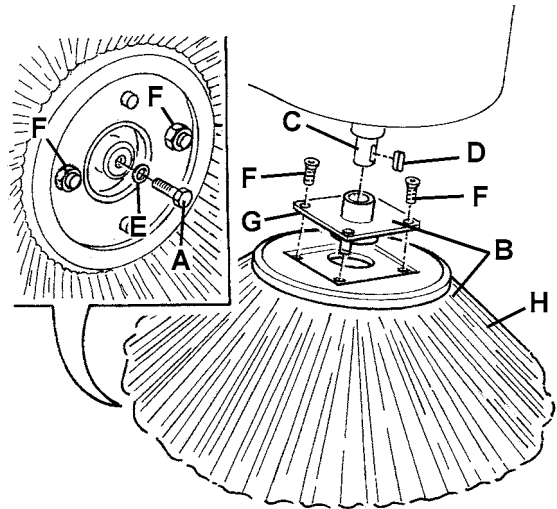

Abbildung 11
1. Die Maschine auf einen flachen Boden stellen und die Feststellbremse mittels des Pedals (84) und des Hebels (76) betätigen.
2. Den Zündschlüssel (68) auf „0“ drehen.
3. Den betreffenden Seitenbesen mittels des Hebels (71) oder (72) heben.
4. Im Seitenbesen, die Schraube (A, Abb. 11) entfernen, dann den Seitenbesen (B) zusammen mit der Nabe durch Ausrasten von der Welle (C) entfernen. Die benutzten Keil (D) und Scheibe (E) verwenden.
5. An der Werkbank, die zwei Schrauben mit Mutter (F, Abb. 11) entfernen und den Seitenbesen (H) von der Nabe (G) trennen.
6. Den neuen Seitenbesen (H, Abb. 11) auf die Nabe (G) einbauen und die Schrauben mit Mutter (F) anziehen.
7. Den Keil (D) einbauen, dann den neuen Seitenbesen mit der Nabe (B, Abb. 11) einsetzen. Die Scheibe (E) einsetzen und die Schraube (A) einschrauben.